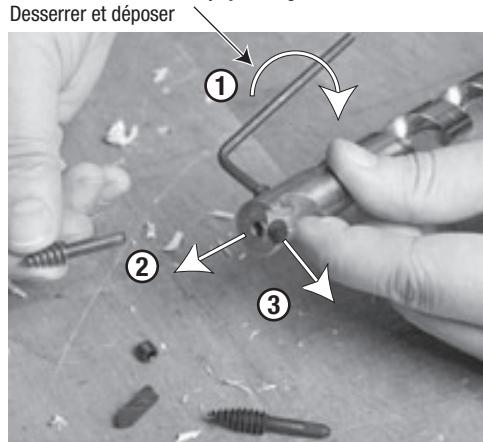

Fig. 1
- (Refer to Fig. 1.) With the provided 1/8" hex key, remove the set screw by turning counterclockwise (1), next remove the feed screw (2), and finally remove the cutting edge insert (3).
- (Voir Fig. 1) À l'aide de la clé Allen de 1/8 pouce fournie, tourner la vis de blocage dans le sens inverse des aiguilles d'une montre pour la déposer (1), puis déposer la vis d'avance (2) et, enfin, l'insert de tranchant (3).